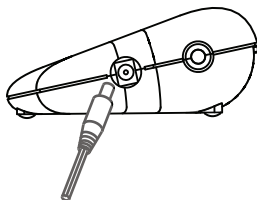

Figura 1. Collegamento della presa dell'alimentatore all'indicatore.
- Collegare la presa tonda dell'alimentatore di rete al jack di ingresso dell'alimentazione a lato dell'alloggiamento dell'indicatore. Vedere la Figura 1.